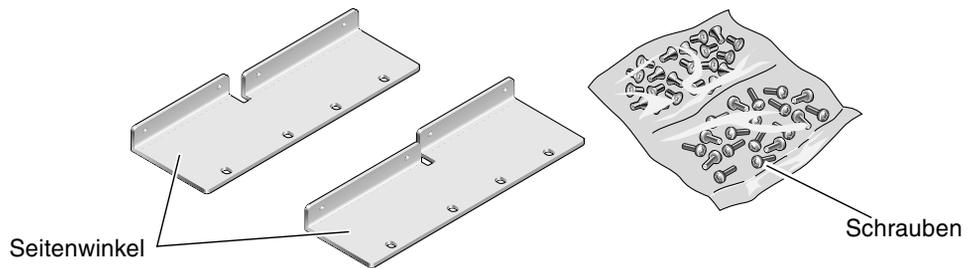

ABBILDUNG 3-23 Inhalt des Montagesatzes für den Festeinbau in ein 23-Zoll-Rack mit zwei Stützen
1. Nehmen Sie die Seitenwinkel aus dem Montagesatz (ABBILDUNG 3-23).